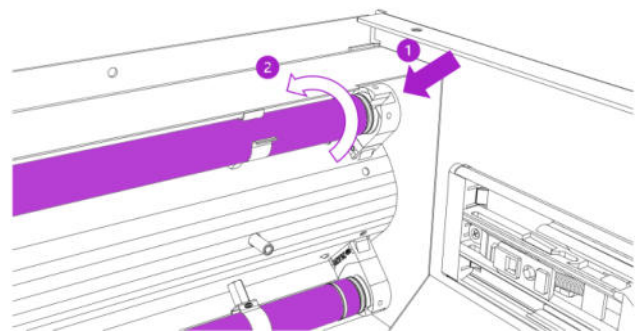

Abb. 18
- Neues Leuchtmittel wie in Abb. 18 (1) einsetzen. Leuchtmittel um 90° in Pfeilrichtung (2) drehen, bis ein Klickgeräusch zu hören ist. **Beachten: Zum Betrieb müssen immer zwei Leuchtmittel eingesetzt sein.**